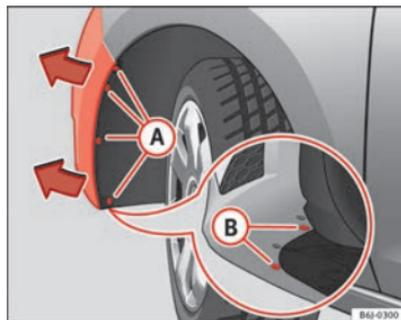

Fig. 162 Faro fendinebbia: accesso al connettore e al supporto lampade
- Servirsi di un cacciavite per rimuovere le 4 viti **A** ⇒ fig. 162 situate all'interno del passaruota e le 2 viti inferiori **B** ⇒ fig. 162 del paraurti. ▶